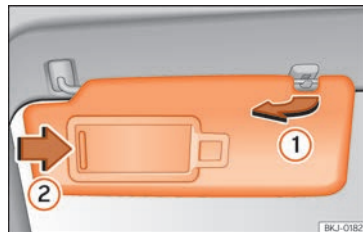

Abb. 105 Sonnenblende auf der Fahrerseite.
- Die Sonnenblende kann aus der Halterung herausgezogen und zur Tür »» Abb. 105 ① geschwenkt werden.